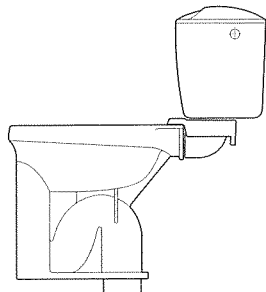

Рис.2
- ун. тарельчатый с прямым выпуском без цельноотлитой полочки (рис. 2),